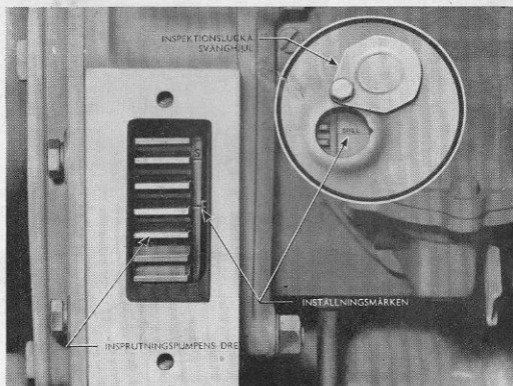

Fig. 16.
1. Vrid luckan över inspektionshålet på svänghjulsåpans vänstra sida, så att svänghjulet syns. Med 1:ans kolv under kompressionsslag drages motorn tills märket »SPILL» på svänghjulet är mitt för taket i kåpan (se infällningen i fig. 16).
2. Tag bort plattan på vänster sida på pumpens drivhjulskåpa. Är inställningen riktig, skall märket (utan text) på drivhjulet vara i linje med det fasta märket på pumpen (fig. 16).